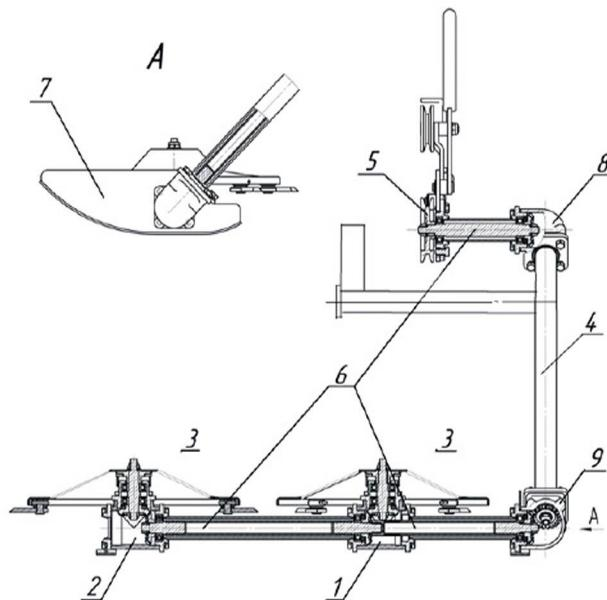
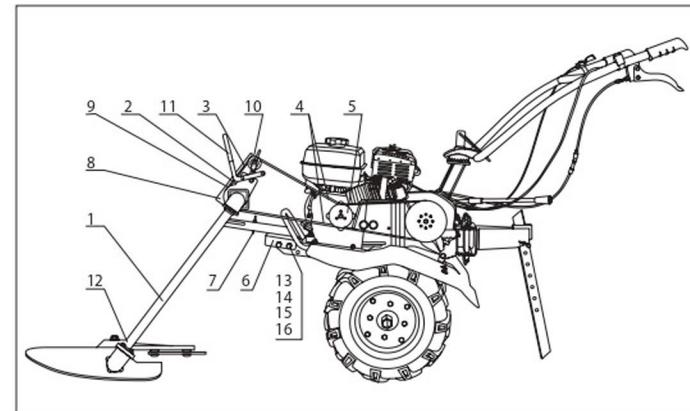
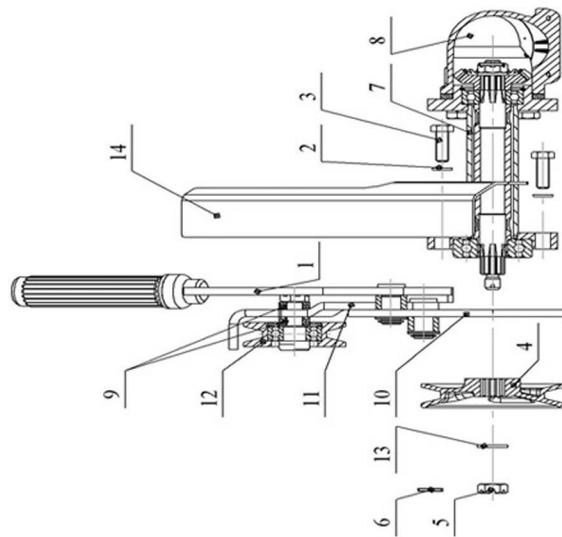

Рис. 1 Косилка роторная
Рис. 4
Рис.5
Косилка роторная навесная (в дальнейшем по тексту – косилка) представленная на Рис.1 навесное орудие к мотоблокам «Ока», «Нева», «Пахарь», и их модификаций предназначена для скашивания как обычной травы, так и грубостебельной травяной растительности, расположенной на малых участках, обочинах дорог, на склонах до 10° и пр.
- Общий вид косилки представлен на (Рис. 1). Конструкция режущих дисков и редуктора привода дисков представлены на (Рис.2).
- Передача крутящего момента от приводного шкива п.5 (Рис. 1) к режущим дискам, осуществляется с помощью шлицевых торсионных валов п.6 и редукторов п.1, п.2, п.8, п.9.
6.2 Подготовка косилки к работе в составе мотоблока «Ока», «Нева» и их модификаций: 6.2.1 Установить на тяжное устройство на косилке, закрепив фланец 10 (Рис. 5) и кожух 14 болтами 3 и шайбами пружинными 2 под углом к горизонту, как показано на (Рис. 3); 6.2.2 Установить приводной шкив 4 (Рис. 5), закрепить гайкой 5, шайбой 13 и шплинтом 6 (люфт шкива на шлицевом торсионном валу не допускается). Перед установкой шкива 4 шлицы смазать солидолом ГОСТ 4366-76;
6.3 Установить косилку на штырь 6 (Рис. 4) мотоблока и зафиксировать шплинтом 7 из комплекта мотоблока;
6.4 Одеть клиновой ремень 3. При этом: ручки шкивов (ведущего 3 и приводного 5) и натяжного ролика должны лежать в одной плоскости. Положение натяжного ролика регулировать за счёт перестановки регулировочных шайб 9 (Рис. 5), приближая или удаляя ролик относительно коромысла 11, а также за счет: а) разворота верхней транс-
миссии с угловым редуктором в пределах зазоров по болтам 8 (Рис.1). Для этого необходимо отвернуть 4 болта 8 крепления редуктора к раме 4 на два оборота, повернуть трансмиссию с приводным шкивом до получения совпадения плоскостей ручьев. Затянуть болты 8 (4 шт.); б) перестановки шайбы 13 (Рис. 5) между шкивом 4 и подшипником трансмиссии. При включённом натяжном устройстве рычаг 2 (Рис. 4) должен находиться в верхнем рабочем положении. Прогиб ремня на большом плече (сторона противоположная ролику) должен быть 30...40 мм при нажатии усилием 3...5 кгс. Регулировать перемещением косилки относительно штыря мотоблока;
6.3.3 Установить натяжное устройство на косилке под углом к горизонту как показано на рисунке 4, закрепив фланец 10 (Рис. 5) и кожух 14 болтами 3 и шайбами пружинными 2; 6.3.4 Выполнить работы по п. 6.2.2.
- Для заполнения редукторов привода первого и второго режущих дисков п.1 и п.2 (Рис. 1) необходимо расконтрить и отвернуть гайку п.1 (Рис. 2), снять шайбу п.2 и диск п.3, отвернуть четыре болта п.4, снять пружинные шайбы п.5 и корпус ведомой шестерни п.6.
- Для заполнения верхнего углового редуктора п.8 (Рис. 1) необходимо отвернуть четыре болта крепления редуктора к раме п.4, затем снять редуктор п.8 вместе с приводом от шкива п.5. В полость редуктора добавить 50 см3 солидола ГОСТ 4366-76. Сборку редуктора произвести в обратном порядке.
- Для заполнения нижнего углового редуктора п.9 (Рис. 1) не необходимо отвернуть четыре болта крепления редуктора к раме п.4 и два болта крепления редуктора привода второго режущего диска п.2 к раме п.4, затем снять нижний угловой редуктор вместе с редукторами п.1 и п.2. В полость редуктора п.9 добавить 50 см3 солидола ГОСТ 4366-76.